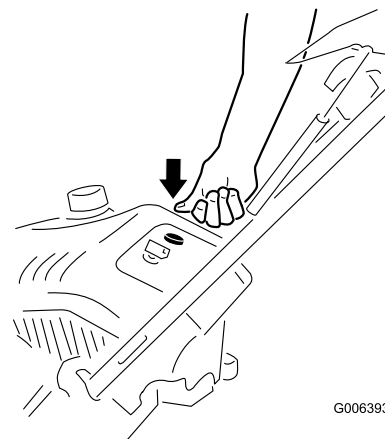

Bild 15
3. Drücken Sie die Kaltstarthilfe dreimal kräftig mit dem Daumen (-18°C oder höher) oder sechs Mal (unter -18°C) und lassen Sie die Kaltstarthilfe jedesmal nach einer Sekunde los (Bild 15 und Bild 16).